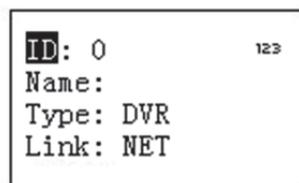

Figure 2-9
Permet de définir les informations sur le point de contrôle. Voir Figure 2-9. Vous devez paramétrer tous les éléments ci-dessous. Vous pouvez utiliser l'identifiant (ID), le nom (Name) de l'appareil, l'adresse COM ou l'adresse IP pour rechercher facilement un appareil dans cette rubrique 2.4.